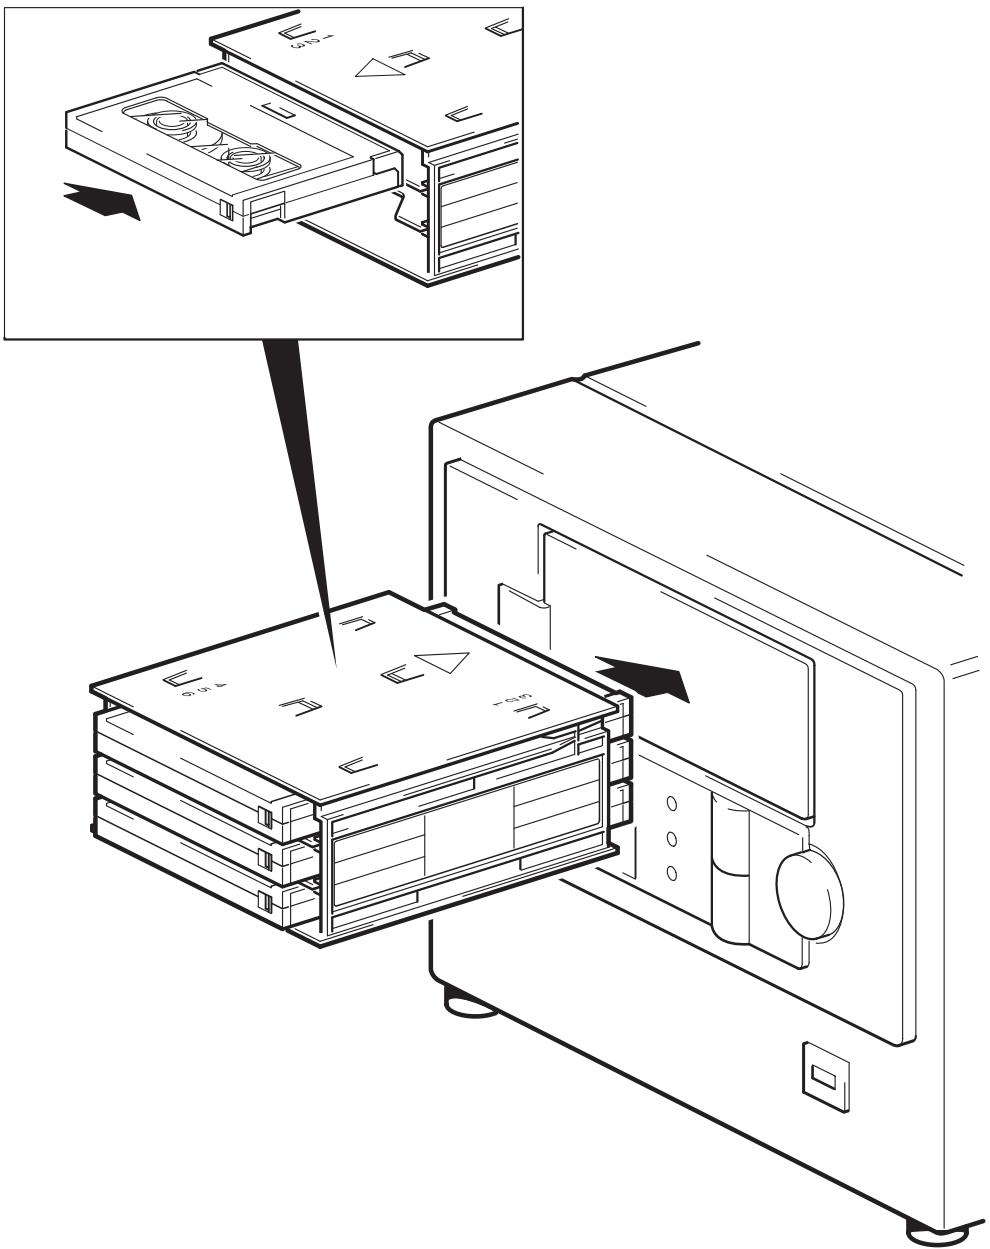

Рис. 8. Загрузка магазина в автозагрузчик
- 2 Вставьте магазин в приемное отверстие на лицевой панели автозагрузчика. Убедитесь, что большая стрелка находится сверху магазина и направлена в автозагрузчик (см. Рис. 8).